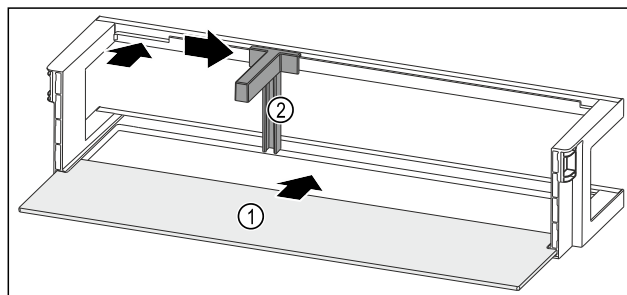

Fig. 264 Balconcino controporta con ripiano
- Inserire il ripiano Fig. 264 (1) negli incavi laterali.
- Inserire il fermabottiglie Fig. 264 (2) nell'incavo.
- Fare scorrere il fermabottiglie Fig. 264 (2) lateralmente alla posizione desiderata.